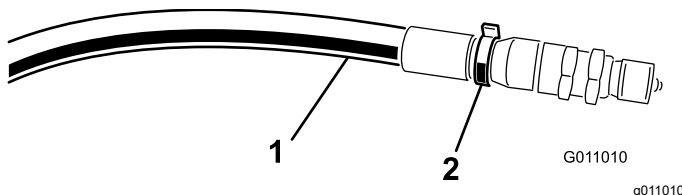

Figura 15
**Nota:** Marque la manguera de alta presión con una brida para identificar la conexión correcta de las mangueras (Figura 15).